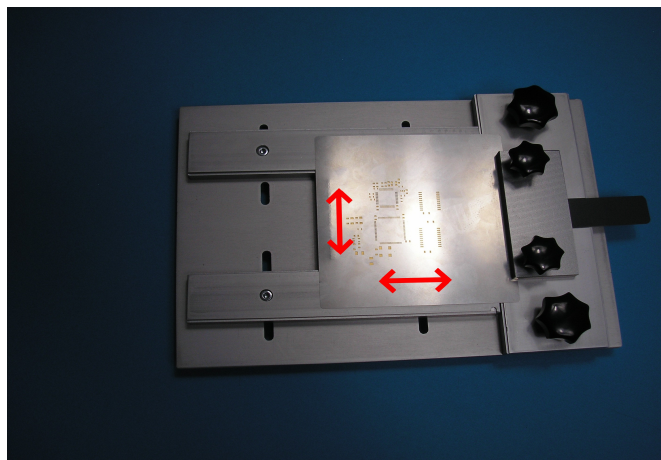

Abb. 6
- 9) Justieren Sie die Schablone durch Verschieben der Schablone auf der Leiterplatte. Achten Sie darauf, dass auch an den Rändern der Leiterplatte alle Pads richtig justiert sind (Abb. 6).
- 14) Heben die die Schablone an der der Klemmplatte gegenüberliegenden Seite soweit an, dass das Schablonen-Pad, das der Klemmplatte F am nächsten ist, ausreichend angehoben wird (Abb. 6).